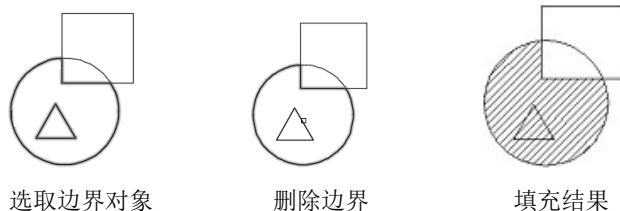

图 2-55 删除“岛”后的边界
(3) 删除边界对象: 从边界定义中删除之前添加的任何对象 (如图 2-55 所示)。